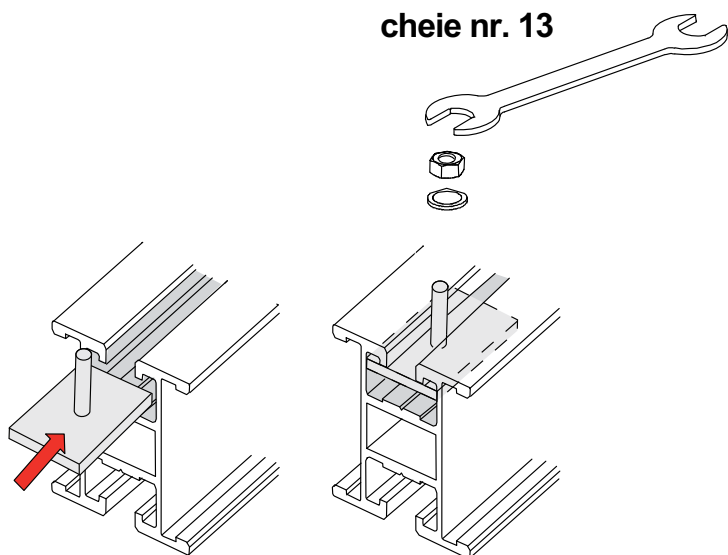

Fig. 18: Montare cu șuruburi mobile cu cap special
- Înșurubați suportul triunghiular de șină cu șuruburi mobile cu cap special, șaibe zimțate și piulițe. Fixați șuruburile mobile din interiorul șinei. (vezi fig. 18).
- inserați șuruburile M8 (23) pe șină (04). Montați rigidizarea între cei doi suporturi triunghiulari (fig.18). Conform fig. 18, inserați șuruburile speciale M8 în suportul triunghiular. Poziționați rigidizarea pe șine și fixați totul cu șuruburi și șaibe.